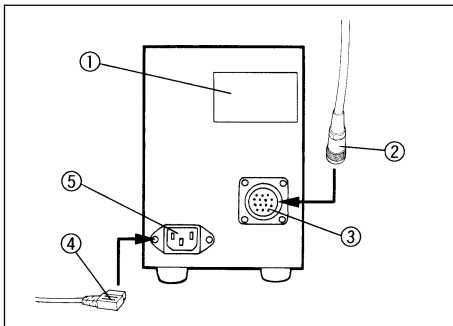

Fig. 5
1. Cerciorarse de que el voltaje y la frecuencia de la toma de red CA cumpla los requisitos indicados en la placa de gamas ① de la fuente de alimentación. (Fig. 5)
2. Enchufar firmemente el cable de conexión ② del zócalo de la lámpara de mercurio en el conector ③ de salida. (Fig. 5)
3. Enchufar el conector del cable de alimentación ④ en la toma CA ⑤. (Fig. 5)